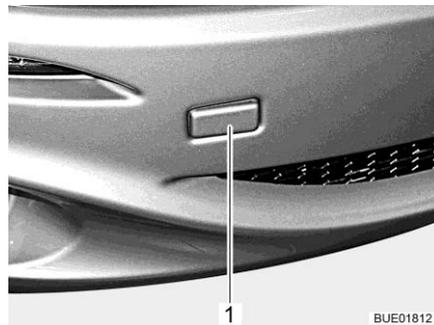

Fig. 47 Tapa para el alojamiento de la argolla de remolque (ejemplo)
- Retirar la cubierta (Fig. 47,1).